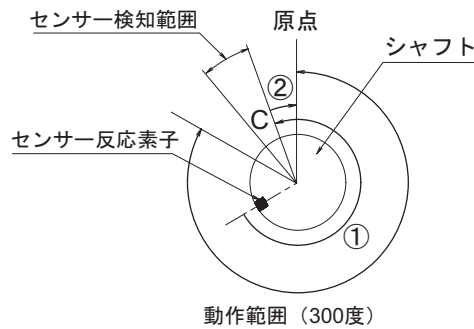

図 1
シャフトの方向から見て反時計回りに回転し(①)、センサを検知すると反転し(②)、Z相を検出して停止します。(図1参照)